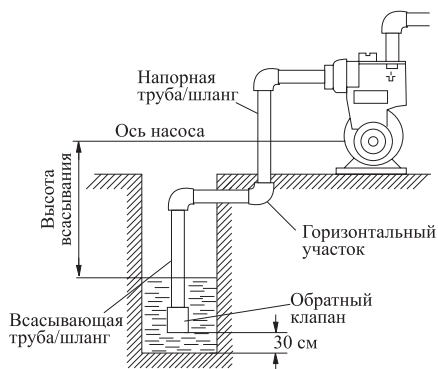

рис. 2
3.4 Присоедините к входному отверстию всасывающую трубу (шланг) и опустите её в воду, как показано на рис.2.
**Внимание!** Для оптимальной работы станции на всасывающую трубу необходимо установить обратный клапан (не входит в комплект поставки) (рис.2).